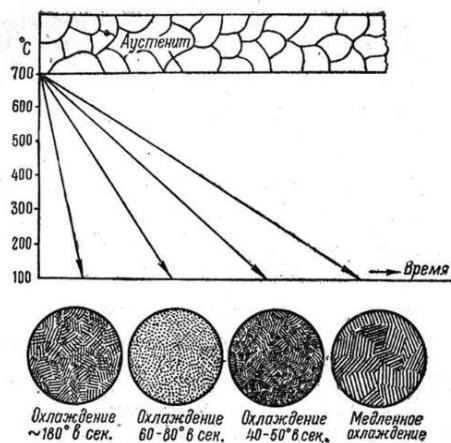

Рис. 2. Схематическое изображение влияния скорости охлаждения на структуру стали
**28. На рис. 2 схематическое изображение влияния скорости охлаждения на структуру стали, напишите, какую структуру будет иметь.**